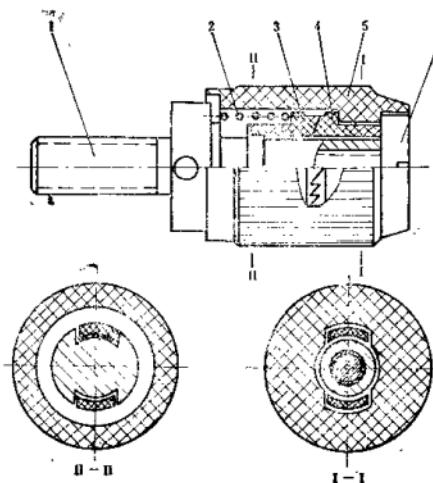

图1—11 百分尺测力装置
(3) 百分尺的制动器 百分尺的制动器就是测量杆的锁紧装置，如图1—12。由图可见，制动轴 4 的圆周上，开着一个深浅不均的偏心缺口，对着测量杆 2。当制动轴以缺口的较深部分对着测量杆时，测量杆 2 就能在轴套 3 内自由活动，当制动轴转动一个角